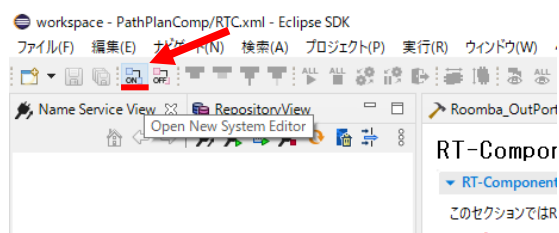

図 24 [ツールバー]内の[Open New System Editor]の場所
- ⑤ 図 24 のように[ツールバー]の中から、[Open New System Editor]をクリック。